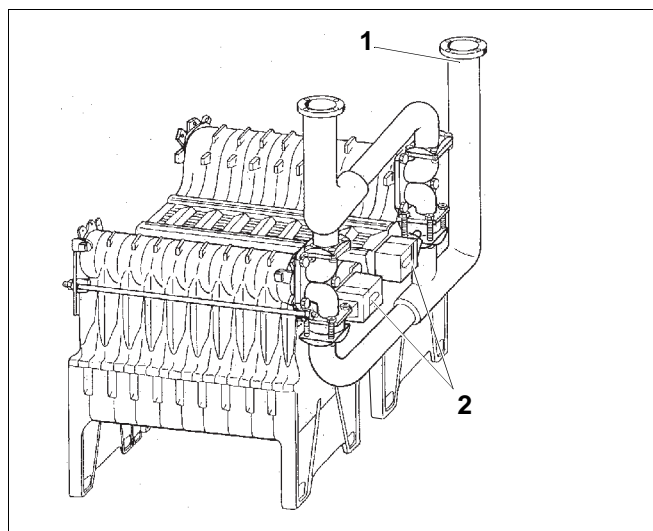

Fig. 29 Bloc chaudière avec vannes motorisées
- Insérer les deux vannes motorisées entre les brides de sorte que les servomoteurs (fig. 29, **pos. 2**) soient tournés vers le milieu de la chaudière et que les branchements électriques se trouvent vers le haut.
- Visser à fond le tuyau de retour (fig. 29, **pos. 1**) (visser les 4 vis de chaque côté et les boulons en croix).